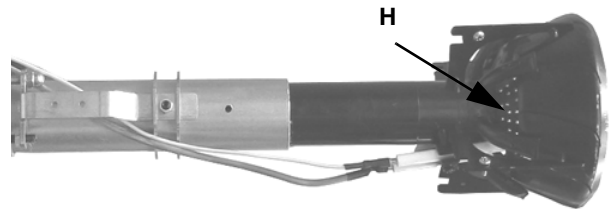

Fig. 60
- 4 Klemmen Sie die Steckverbindung CR von der gedruckte Schaltung ab (Fig. 60).
- 5 Ziehen Sie den Brennerkopf zum Ausbauen auf sich zu. Stellen Sie nach dem Ausbau sicher, dass die Durchlassöffnungen für Luft und Gas (Fig. 60 - H) nicht verstopft sind. Reinigen Sie den Brennerkopf mit einem Druckluftstrahl oder bei Verkrustungen mit einer Eisenbürste.